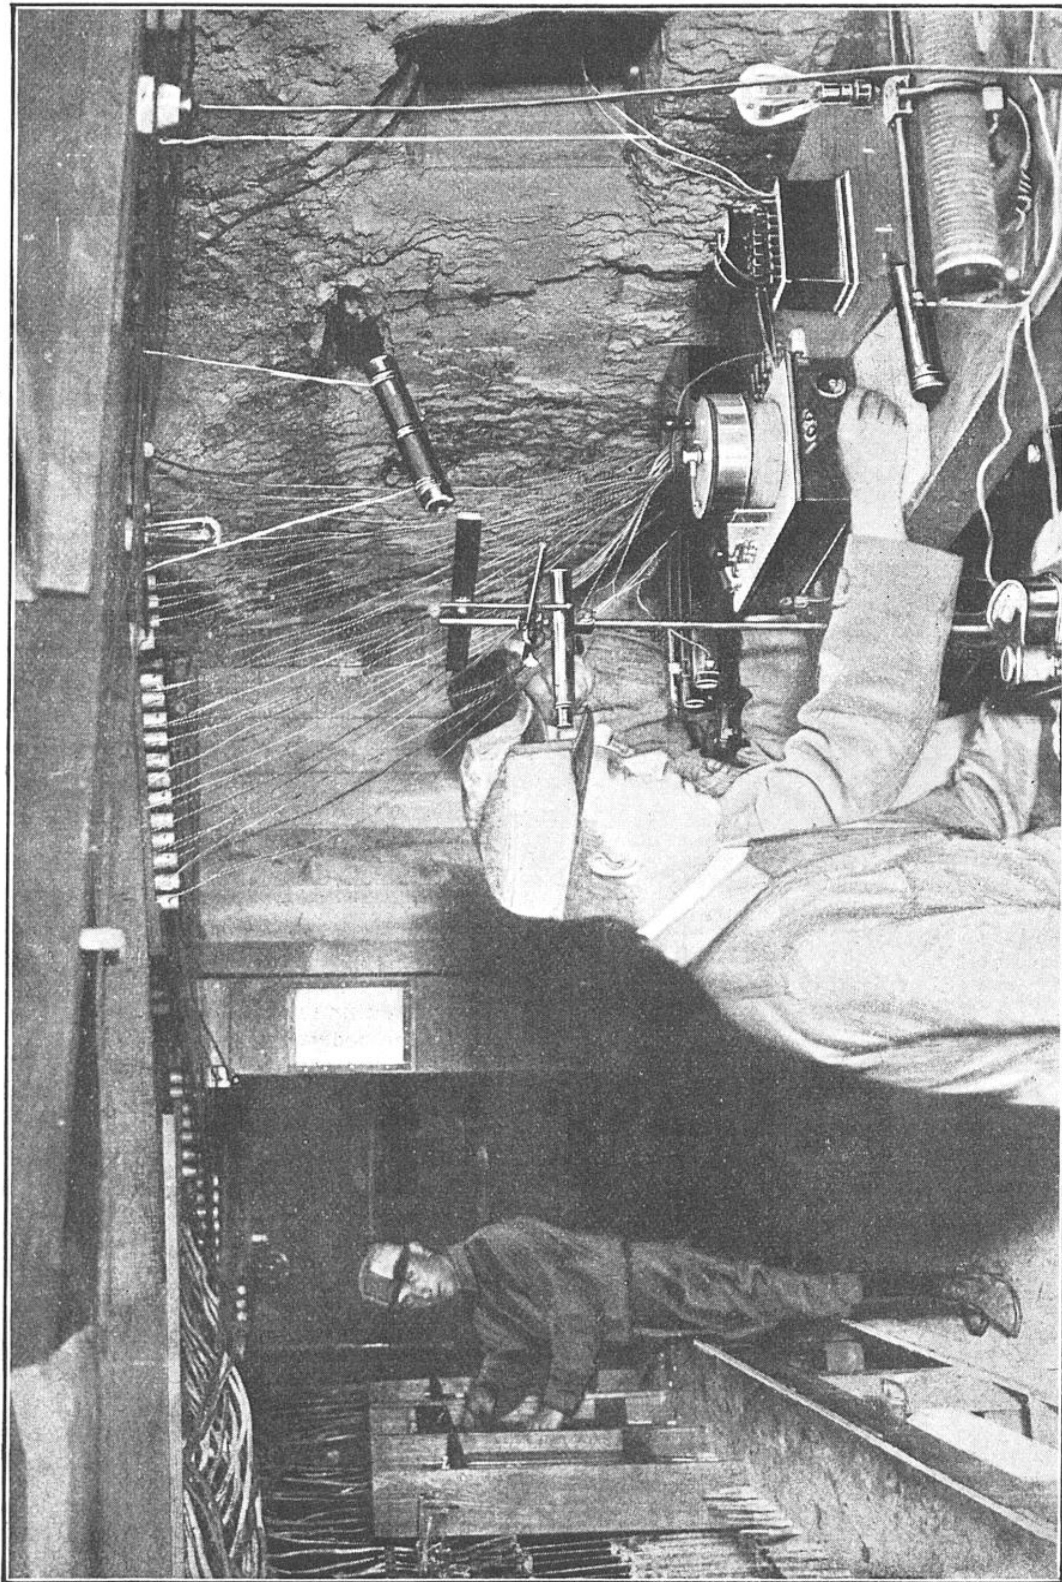

FIG. 1. — LA MESURE DES TEMPÉRATURES DU TUNNEL ET DE SES PAROIS AU MOYEN DE POTENTIOMÈTRES SPÉCIAUX
**L**E Bureau des Mines des Etats-Unis vient d'installer à Bruceton, près de Pittsburgh (Pennsylvanie), un *souterrain* spécialement agencé pour étudier la ventilation des tunnels dans lesquels circulent des véhicules automobiles (figure 1). L'ingénieur en chef, M. Clifford M. Holland, ainsi que ses collaborateurs, MM. A. C. Fieldner et J.-W. Paul, furent amenés à s'occuper de cette question des atmosphères viciées parce que l'on va construire, entre New-York et New-Jersey, plusieurs passages tubulaires de 9.000 pieds de longueur (2.743 mètres environ) pour permettre le passage des véhicules divers sous la rivière Hudson.